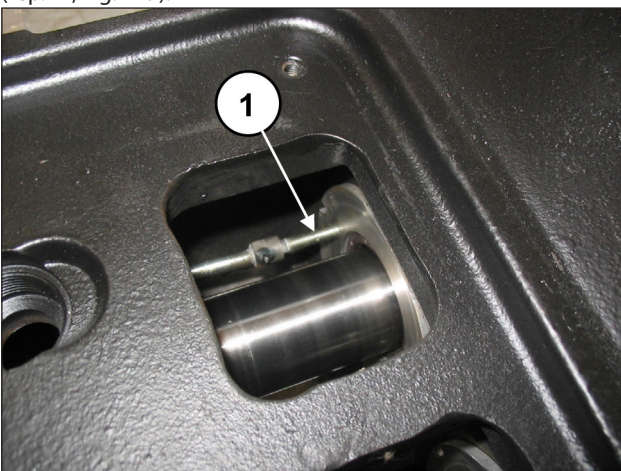
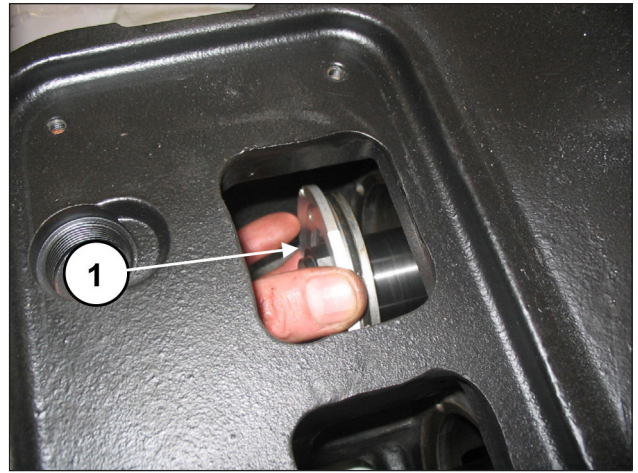

Fig. 118
Fig. 119
Mettre le guide de piston au point mort inférieur, visser l'extracteur réf. 27516400 avec l'adaptateur M5 réf. 27516500 dans les orifices présents sur le couvercle (rep. ①, Fig. 118) et dégager le couvercle du joint d'huile du groupe pompe (rep. ①, Fig. 119).